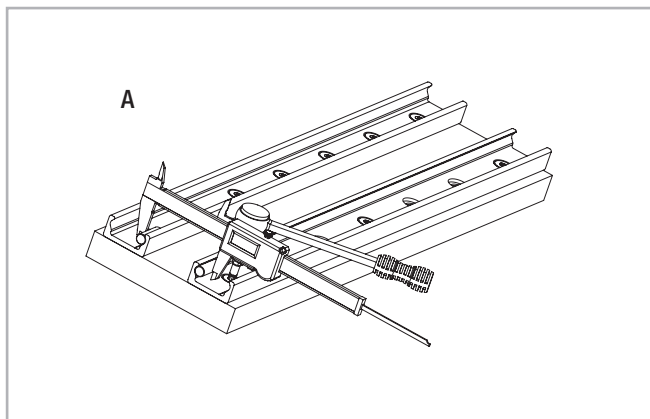

Рис. 165
(1) Удалить стружку и загрязнения с монтажных поверхностей, к которым планируется крепить направляющие, смонтировать первую из направляющих в соответствии с указаниями, приведёнными в разделе "Монтаж направляющей";
(2) Прикрепить вторую направляющую, используя крепежные отверстия только по середине и на концах направляющей. Затянуть винты на конце "А" (рис. 165) и измерить на этом конце расстояние между рабочими поверхностями (дорожками качения) обеих направляющих;